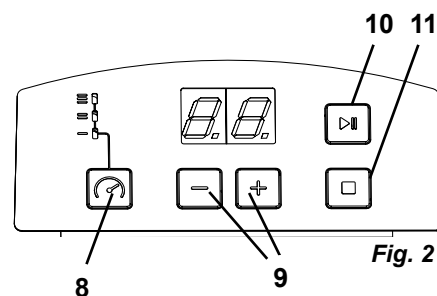

Fig. 2
⇒ Impostare la durata della pulizia servendosi dei tasti + / - (9, Fig. 2) (Impostazione possibile da 0 a 30 min.).
⇒ Selezionare / regolare l'intensità con il selettore (8, Fig. 2).
⇒ Avviare il processo di pulizia con il tasto avvio / pausa (10, Fig. 2).
- Il processo di pulizia può essere arrestato in ogni momento con il tasto di stop (11, Fig. 2) prima che il tempo di pulizia sia completamente scaduto.
⇒ Premere il tasto di stop (11, Fig. 2) per terminare il processo di pulizia.